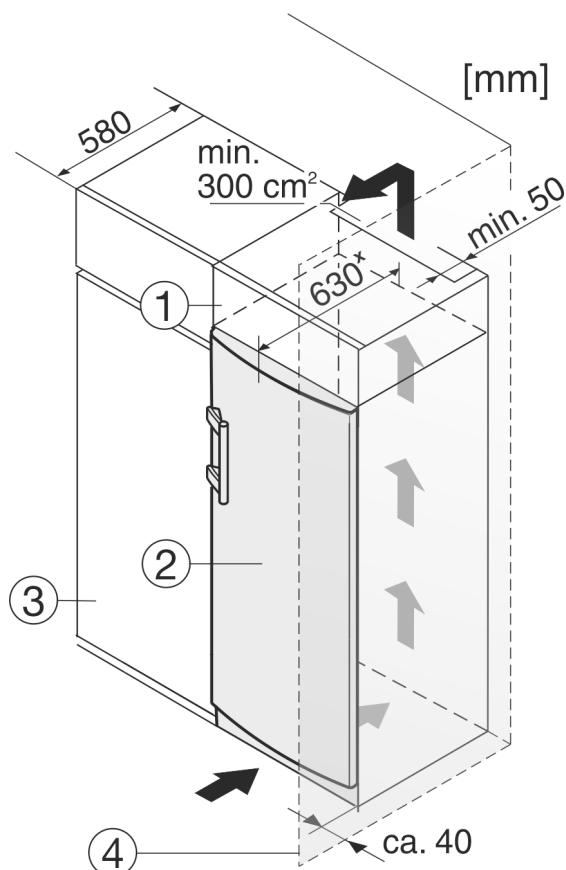

Fig. 10
Uređaj se može adaptirati za ugradnju u kuhinjske ormare. Kako biste uređaj Fig. 10 (2) prilagodili visini kuhinjskog namještaja, iznad uređaja možete postaviti viseći ormar Fig. 10 (1).
Kod adaptacije s kuhinjskim ormarima (dubina maks. 580 mm) uređaj se može postaviti izravno uz kuhinjski ormar *Fig. 10 (3)*. Uređaj stoji bočno 34 mm \* i u sredini uređaja 50 mm \* nasuprot pročelju kuhinjskog ormara.
Kada se uređaj postavlja s okovima pored zida *Fig. 10 (4)*, razmak između uređaja i zida mora iznositi najmanje 40 mm. To odgovara stajanju ručice kod otvorenih vrata.